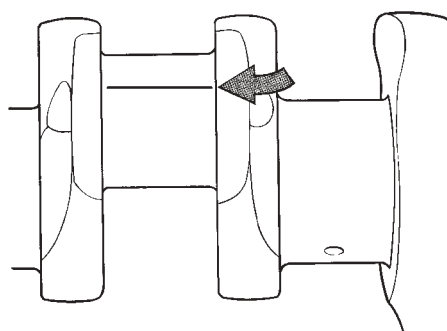

Fig. 77 Application du plastique gradué
1. Essuyer le palier de bielle et le maneton pour bien enlever l'huile. Découper un morceau de plastique gradué de la même longueur que la largeur du palier et l'appliquer le long du palier de bielle (figure 77).